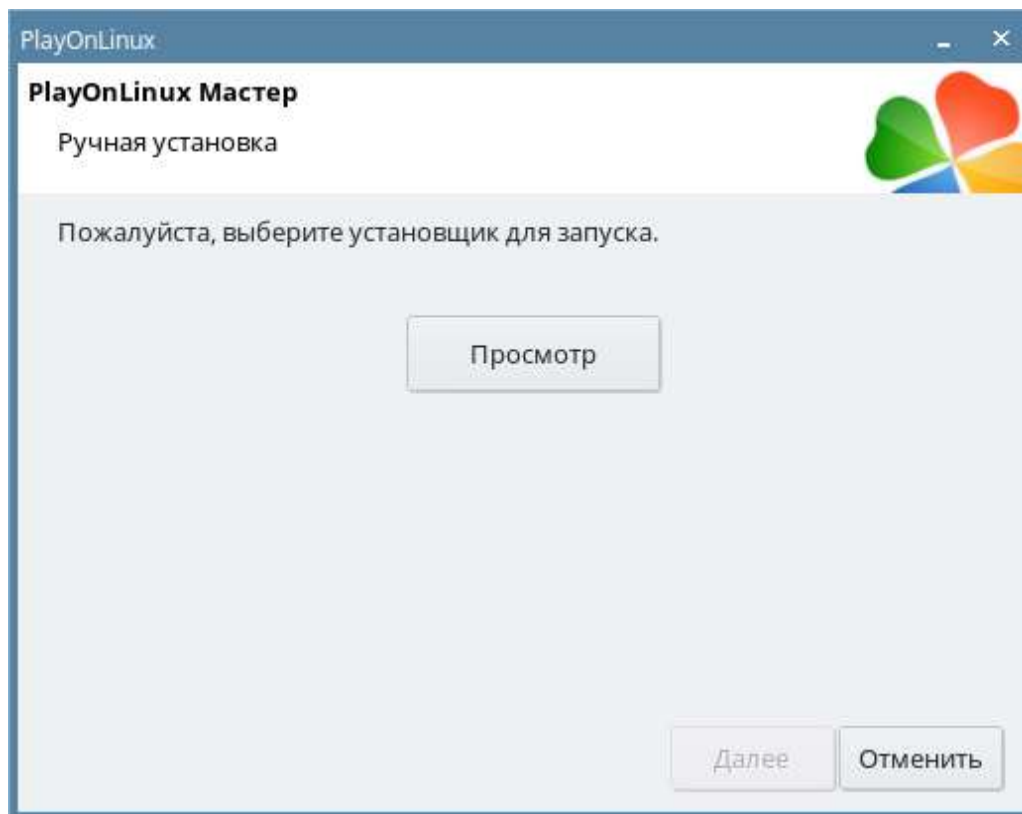

Рис. 9.36 Выбор установщика
15. Нажмите на кнопку «**Просмотр**» и укажите расположение приложения HMISKO, куда оно было скопировано в пункте 1 (Рис. 9.36).